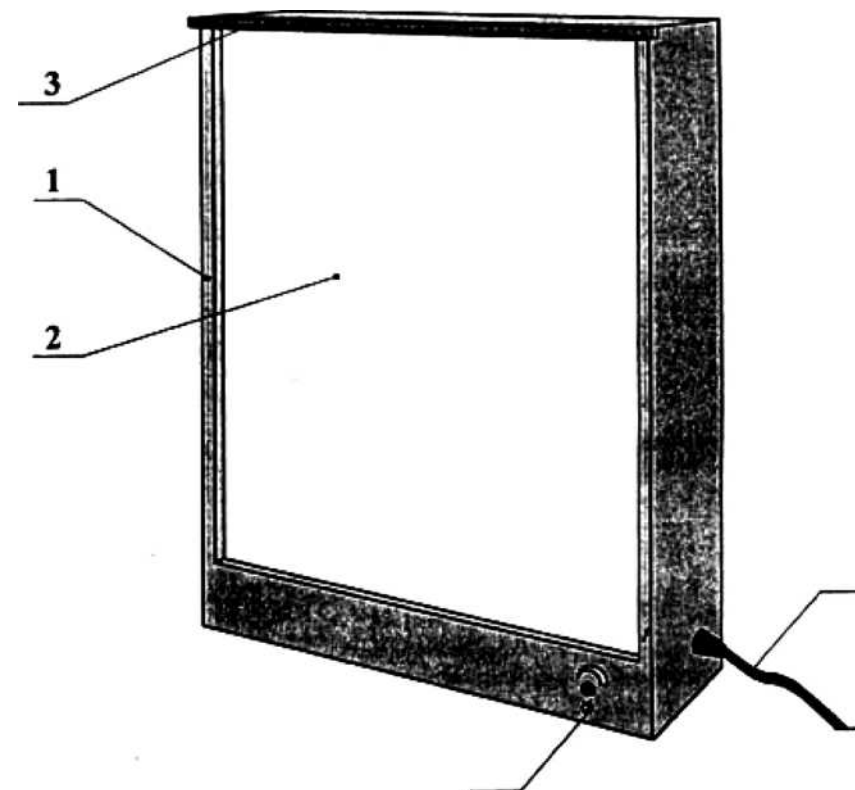

Рис. 1. Общий вид негатоскопа рентгенозащитного НР1-02 1 - корпус, 2 - молочный экран, 3 - зажим, 4 - ручка регулировки яркости, 5 - сетевой шнур.
5.1.1 Негатоскоп (рис. 1,2) конструктивно выполнен в виде прямоугольного металлического корпуса 1 с установленным в нем экраном 2, изготовленным из молочно- белого полистирола, Негатоскоп можно устанавливать на горизонтальную поверхность, для чего на нижней стороне корпуса предусмотрены пластмассовые опоры, или располагать на стене, используя для этого крепежные отверстия, выполненные на задней стенке изделия.